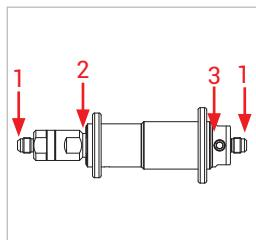
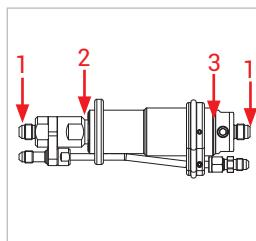

Abbildung 5
Abbildung 6
► Überprüfen Sie folgende Messstellen, wie in *Abbildung 5* und *Abbildung 6* abgebildet:
- Verschraubungen (1)
- Bereich der Spannzangen (2)
- Bereich der Exzenterbetätigung (3)